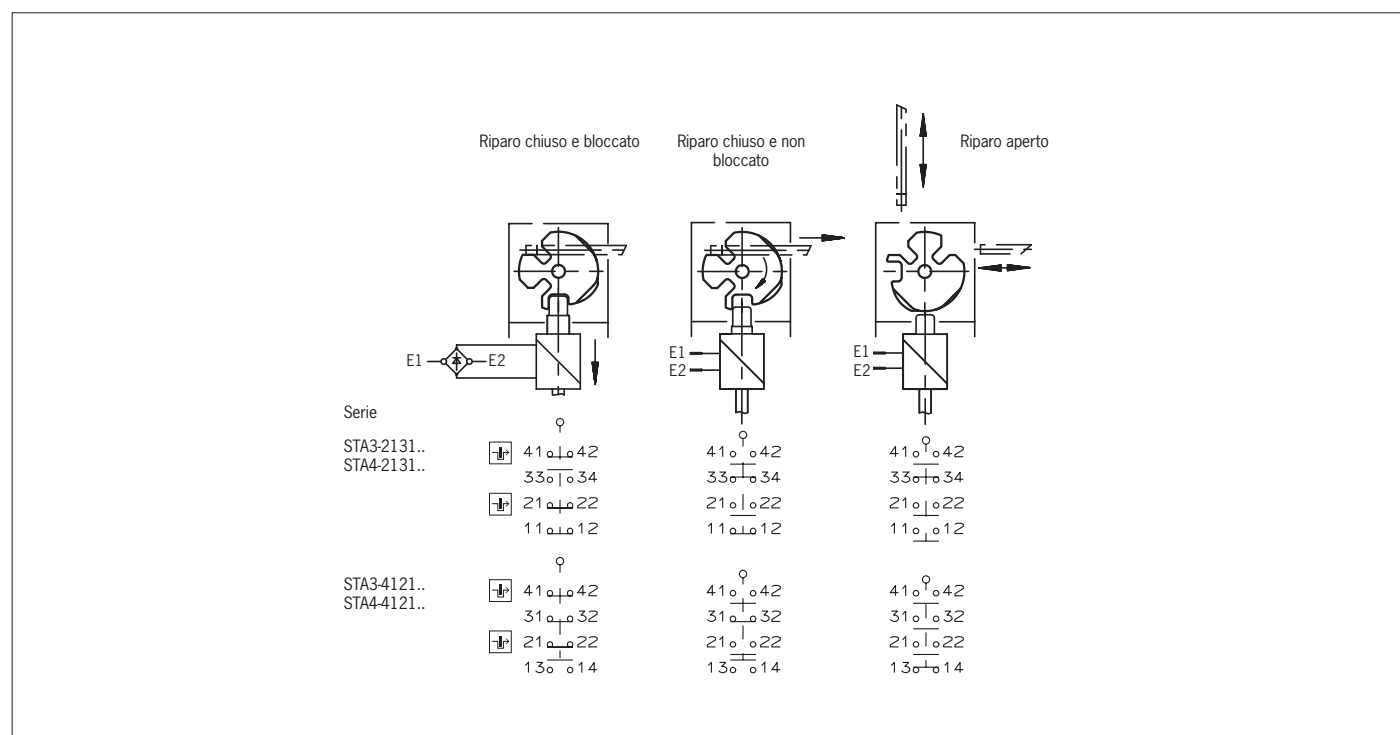

Fig. 3: Microinterruttori e commutazioni
2. Collegare e serrare i morsetti con una coppia di 0,5 Nm (per la disposizione dei contatti vedere Fig. 3).